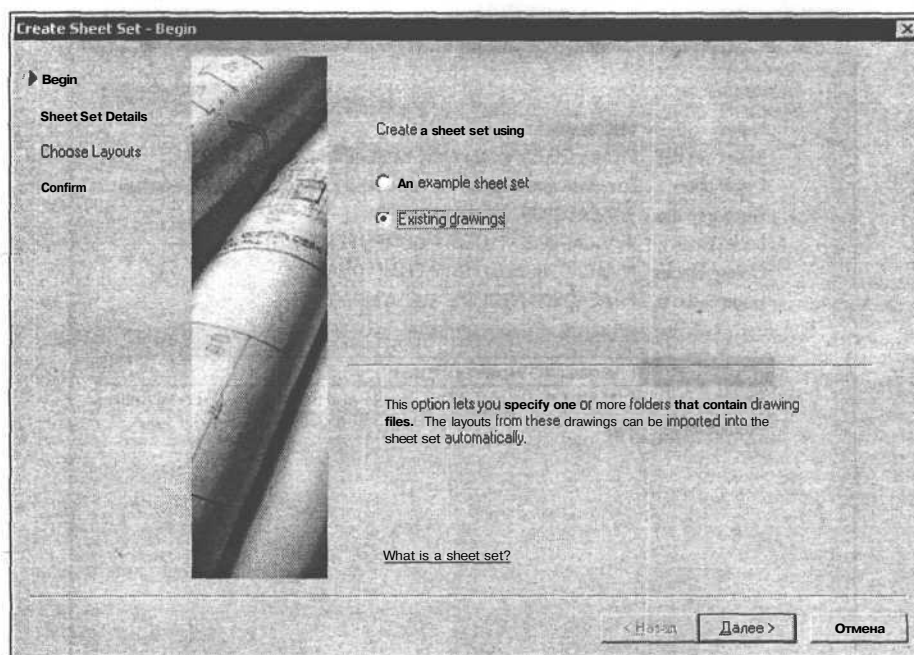

Рис. 20.9. Диалоговое окно для выбора способа создания подшивки
3. В появившемся диалоговом окне **Create Sheet Set - Begin** (Создание подшивки - Начало) (рис. 20.9) выберите **Existing Drawings** (Существующие рисунки) и щелкните на кнопке **Next** (Далее).
3. В появившемся диалоговом окне **Create Sheet Set - Begin** (Создание подшивки - Начало) (см. рис. 20.9) выберите **An example sheet set** (Образец подшивки) и щелкните на кнопке **Next** (Далее).